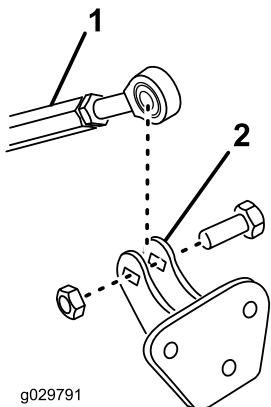

Рисунок 10
5. Прикрепите конец резьбового звена со штоком к опорному узлу звена с помощью болта ($1/2 \times 1-1/2$ дюйма) и контргайки (1/2 дюйма), как показано на Рисунок 10.